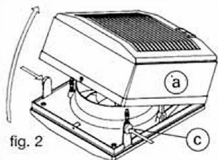

fig. 5
- Fig. 5.- De l'extérieur, placer la grille extérieure (e) devant le trou réalisé dans la vitre. De l'intérieur, faire pivoter puis enfoncer les plots de caoutchouc (g) jusqu'à ce qu'ils viennent en contact avec la vitre et permettent de maintenir la grille extérieure (e) en position, correctement centrée par rapport au trou.